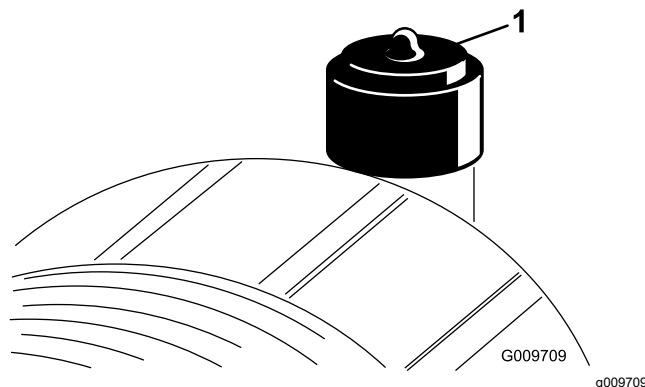

Figura 55
Faça a manutenção ao filtro de ar apenas quando o indicador de serviço (Figura 55) o exigir. Mudar o filtro de ar antes de ser necessário apenas aumenta a possibilidade de entrar sujeira no motor quando retira o filtro.
2. Reinicie o indicador (Figura 55) se este se apresentar vermelho.